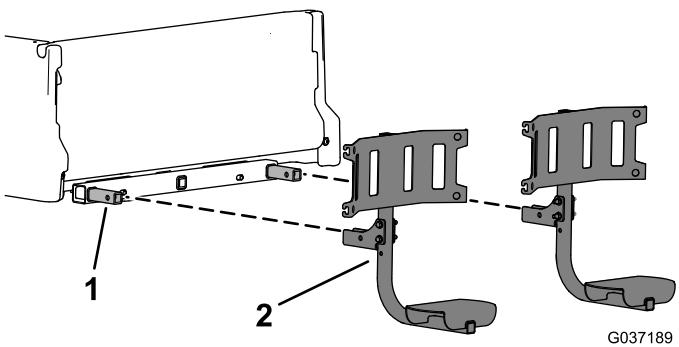

Bild 9
- Setzen Sie die montierten Mülleimerhalterungen in die Aufnahmen am Montagerahmen ein (Bild 9).